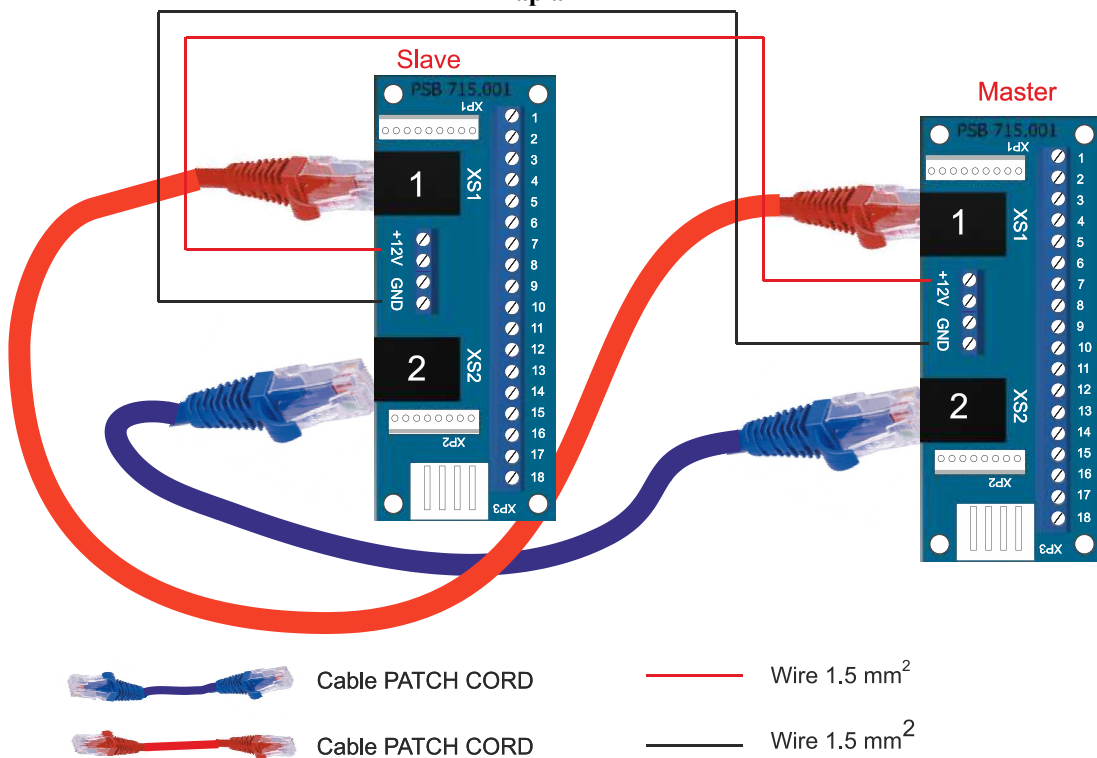

Рис.16 – Варіанти підключення кабелів між тумбами Master і Slave
- Кабелі зв'язку між тумбами Master й Slave (Рис.16);